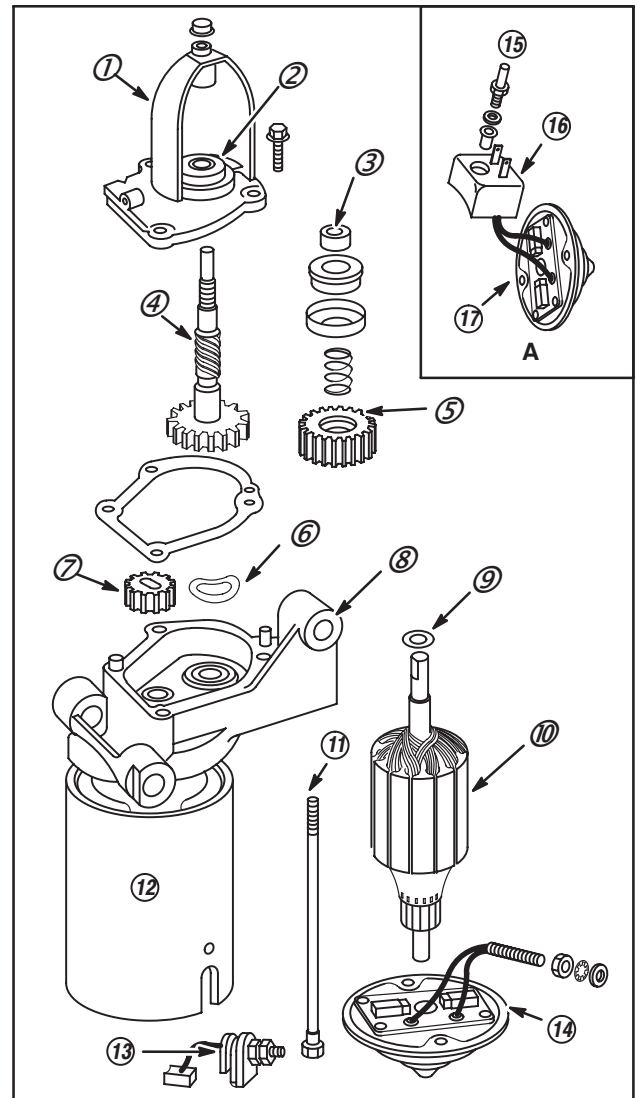

Fig. 48
Démarréur électrique 12 Volts C.C. et 120 Volts C.A. à entraîneur, pignon acier, éclaté Fig. 48
Ce système utilise un démarréur 12 Volts C.C. ou 120 Volts C.A. Ils sont abordés conjointement dans ce Chapitre. Étudier la Fig. 48 avant de démonter le démarréur.
1. Déposer le carter (1) d'entraîneur, Fig. 48.
2. Maintenir le pignon d'entraîneur (4) dans un étau muni de mordaches en laiton, ceci afin de ne pas endommager le pignon.
3. Déposer le contre-écrou (3) et démonter.
11. Mettre un peu de graisse sur les dents du pignon. positionner le joint, le ressort, la rondelle et l'entraîneur, Fig. 48.